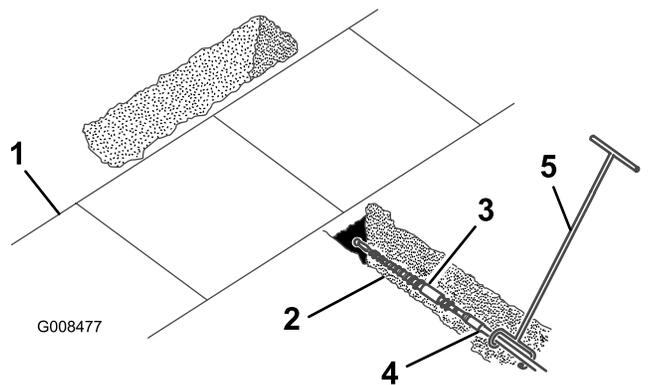

Bild 5
4. Bringen Sie das Stangenführungswerkzeug an der Stange direkt hinter dem Bohrer an (Bild 5).
5. Die Person, die den Bohrer führt, sollte rechts vom Graben stehen (Bild 5). Lassen Sie den Motor an, stellen Sie das Pumpenauswahlventil auf Langsam (Schildkröte) (nur Zugmaschinen der Serie 200 und 300), stellen Sie die Gasbedienung auf den mittleren Umdrehungsbereich und ziehen Sie den Hilfshydraulikhebel nach hinten, damit sich der Bohrer vorwärts dreht.
6. Bewegen Sie die Zugmaschine langsam vorwärts, während die Person mit dem Stangenführungswerkzeug den Bohrer in den Boden führt (Bild 5).